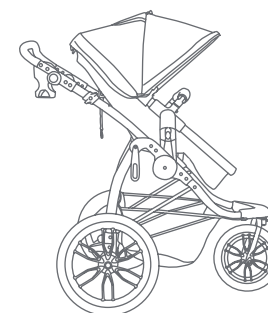

Fig. 19a
- 19) • **Siège doit être en avant et en position verticale** (Fig. 19a).